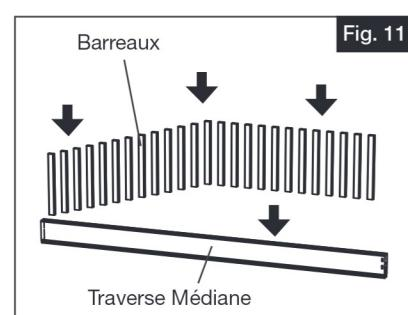

Fig. 11
- Insérer les barreaux dans la traverse médiane (Fig. 11).